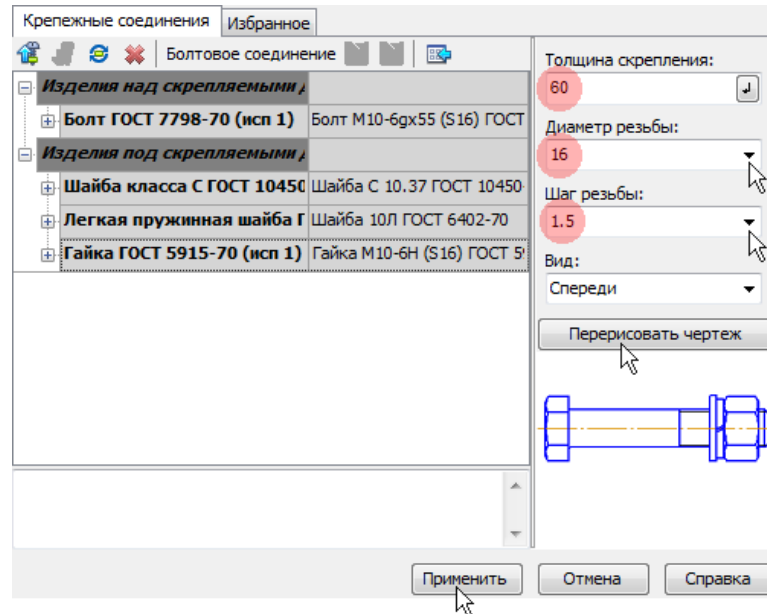

Рисунок 35.
- Нажмите кнопку Перерисовать чертеж над окном предварительного просмотра. (рис.35)